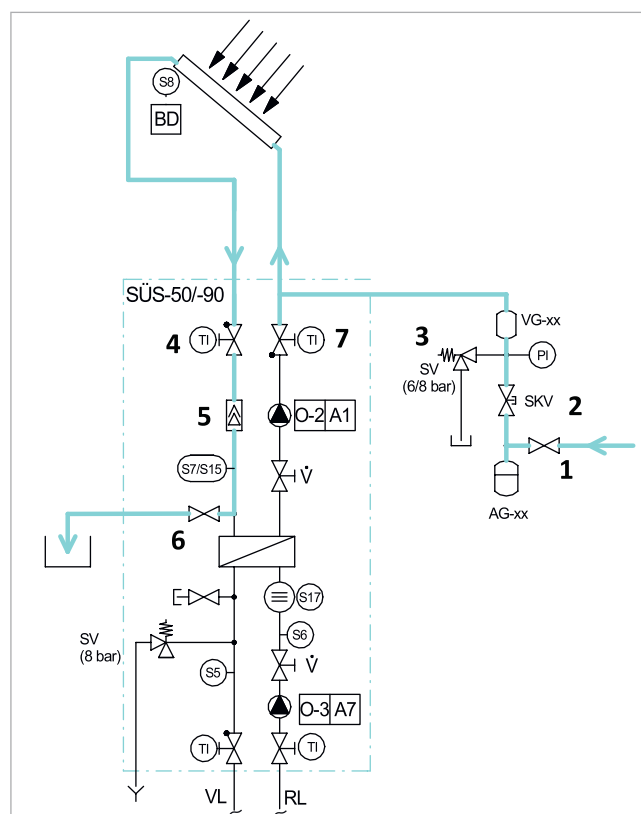

Fig. 12: Circuito primario: Lavaggio del campo collettore
Lavaggio campo collettore (→ fig. 12)
Spingere dal lato primario (→ Fig. 12)
Mettere in funzione un circuito primario (cfr. → fig. 12, pag. 17)
- Dopo il nuovo riempimento del circuito solare, durante l'esercizio avranno luogo dei degassamenti i quali si accumulano nell'intercettazione aria della stazione → fig. 12, S. 17 (7). Questi degassamenti si riducono man mano che aumenta la durata di esercizio. Nei primi giorni dopo la messa in funzione, quindi giornalmente, sfiatare l'intercettazione aria e, infine, a seconda della separazione della quantità d'aria ad intervalli più lunghi e controllare la pressione dell'impianto.